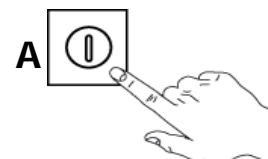

Fig.15
- 4- Fermer la porte et appuyer sur le bouton "A" pour allumer la machine comme indiqué par le voyant lumineux "C". (Fig.15)